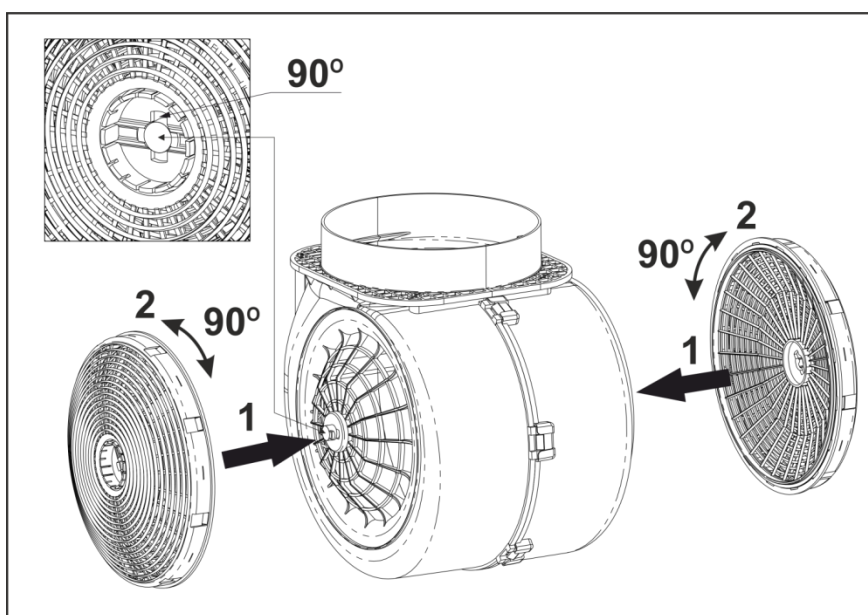

Fig.7
7.11 Les filtres à charbon (**sont achetés à part**), utilisés au régime de la recirculation **il faut remplacer tous les 3-6 mois** en fonction de l'exploitation de la hotte. Pour remplacer le filtre à charbon, vous devez suivre les étapes suivantes (**Fig.7**):